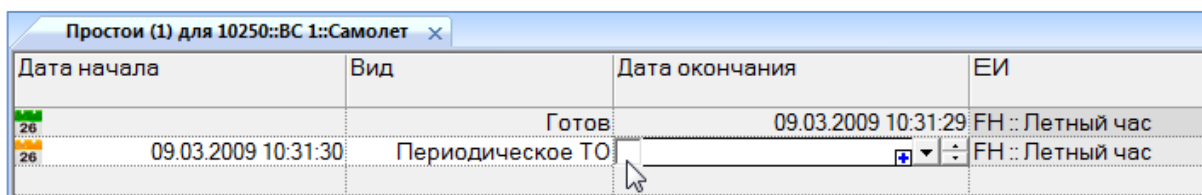

Рис. 13-353 – Навести курсор мыши в начало поля «Дата окончания» для актуального состояния
1) В окне связанных объектов «Простои» для экземпляра ВС навести курсор мыши в начало поля «Дата окончания» для актуального состояния (рис. 13-353).